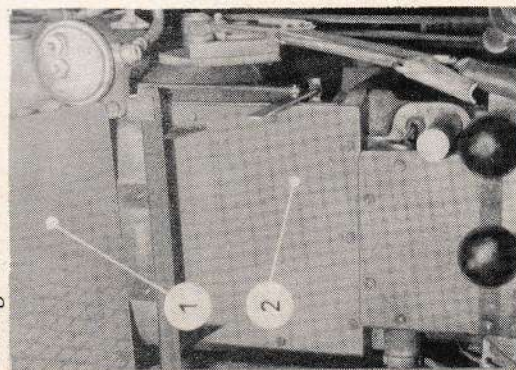

Bild 25
5. 203 Ist der Kupplungsbelag bis auf die zulässige Mindeststärke abgenutzt, (keine Nachstellmöglichkeit mehr), so müssen die Beläge erneuert werden. Dies geschieht in nachstehender Reihenfolge: (Bild 25 bis 28)
- b) Herausnehmen der beiden hinteren Bodenbleche (Bild 25 (1)).
- b) Herausnehmen der beiden hinteren Bodenbleche Bild 25 (1) Bild 30 - 34
- c) Abnehmen des Deckels (9).
- d) Herausnehmen der Umschaltrahmen (10) mit Hebel (11), Gabel (12) und Schaltring (13).